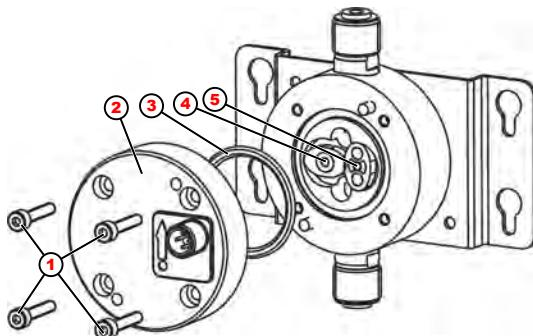

Fig. 5 : Maintenance
- 1.** Dévisser les 4 vis (Fig. 5 , pos. 1) sur le compteur à roues ovales.
- 2.** Retirer le couvercle (Fig. 5 , pos. 2).
- 3.** Enlever ou changer les deux roues ovales (Fig. 5 , pos. 4 + Pos. 5) et les nettoyer.
*Par principe, il est recommandé de remplacer le joint torique (Fig. 5 , pos. 3) entre le couvercle et le boîtier.*